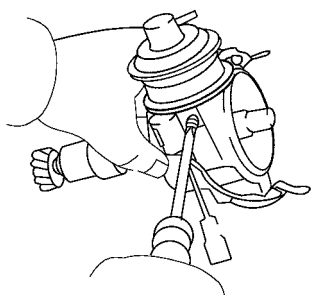

图 5-21 拆下螺钉、电容器垫片拉出负压提前器
2) 从分电器壳体拆下安装螺钉、电容器的垫片, 转动并拉出负压提前器, 如图 5-21 所示。